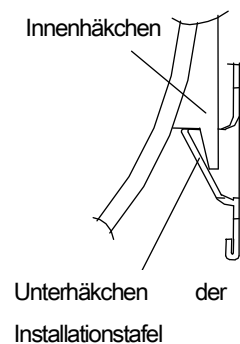

Abb.10
- Montieren Sie bitte das Innengerät auf den Haken des oberen und unteren Teils der Installationstafel. Versichern Sie sich bitte, dass das Gerät fest angebracht ist (Abb. 10 Haken in der Rückwand)